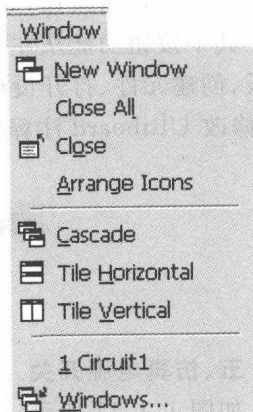

图 1.1.13 Window 菜单
12. Window(窗口)菜单,如图 1.1.13 所示。